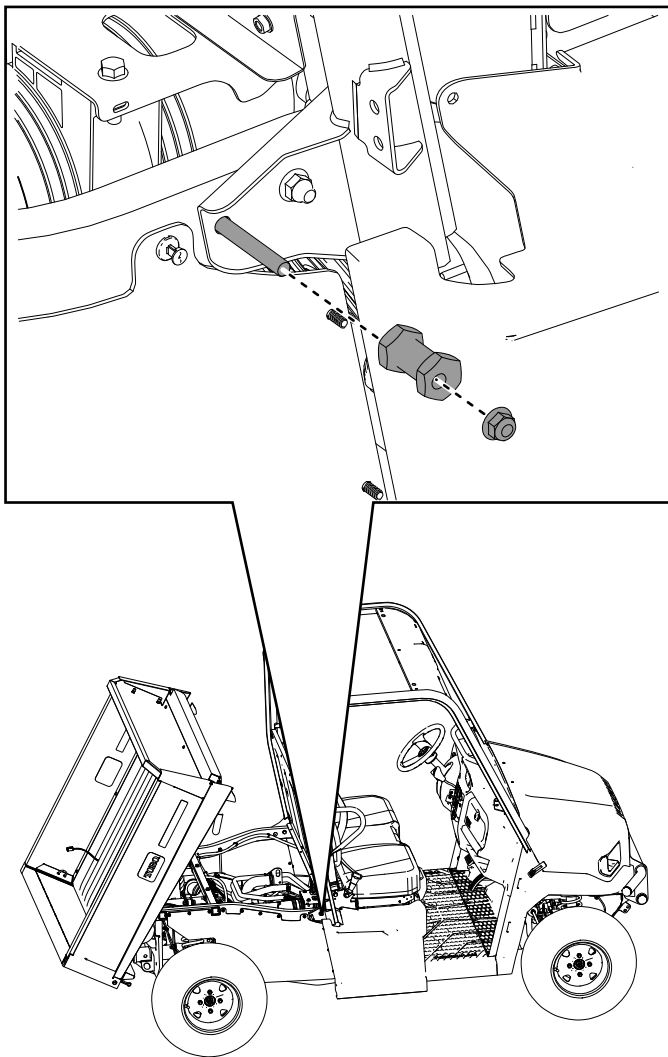

Figura 31
19. Instale las contratuerclas que se retiraron anteriormente ($\frac{3}{8}$ ") y los topes de enganche en los tubos del bastidor trasero izquierdo y derecho (Figura 31).